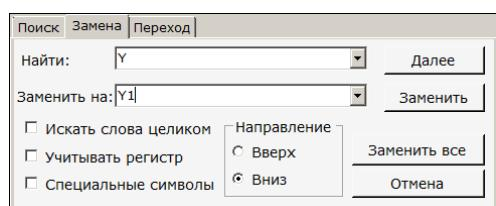

Рисунок 25 – Диалог поиска/замены (вкладка «Замена»)
- F5 – вызов диалога поиска/замены с активной вкладкой «Замена» (Рисунок 25).